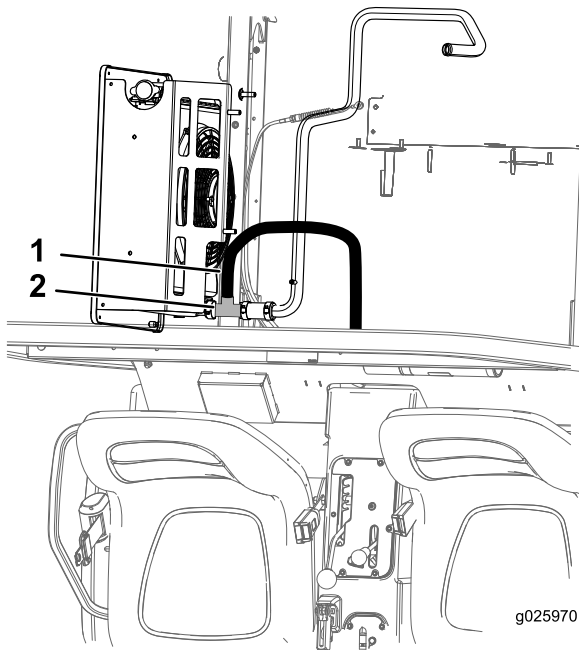

図 10
4. 下側ラジエーターホースを切断し、この切断した部分に字フィッティングを入れ、幅広のホースクランプ2個で固定する図 10。